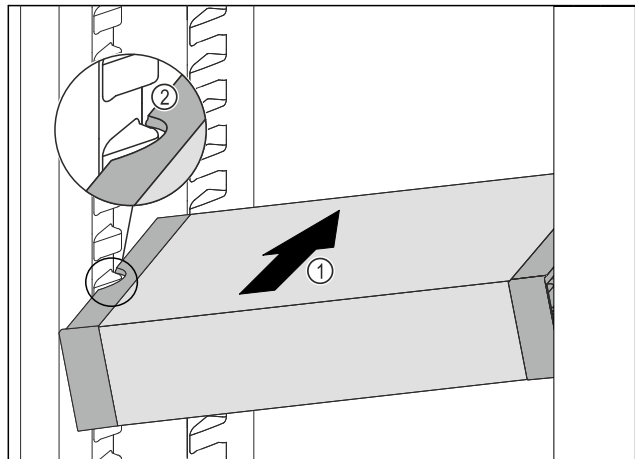

Fig. 122
- ▶ Вставити висувний ящик VarioSafe під кутом в охолоджувальне відділення Fig. 122 (1), доки бокові поглиблення Fig. 122 (2) VarioSafe не будуть розташовуватися на рівні ребра для ємності в охолоджувальному відділенні.